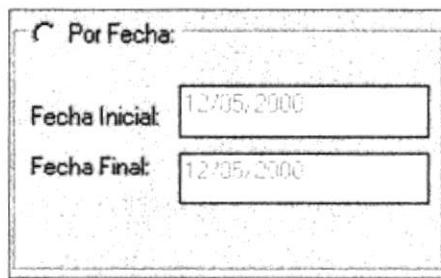

Figura 9.45. Consulta por fecha.
4. Si el usuario desea hacer una consulta por fecha haga click en la opción que dice *Por fecha*, luego en las casillas correspondientes ingrese la fecha inicial y la fecha final del rango (Ver Figura. 9.45).